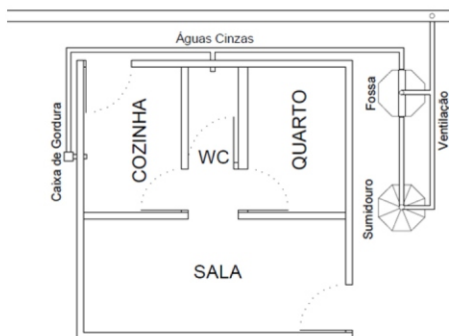

Fig. 01
1. Verifique se o sistema está de acordo com o projeto proposto, ou seja, a rede de esgoto deverá ser construída separando os ramais dos banheiros, da lavanderia, da cozinha, que deverá passar por caixa de gordura (obrigatória) e respectivamente, ou de acordo com as exigências da prefeitura da sua cidade. De preferência locar a fossa e sumidouro na parte frontal do imóvel para facilitar a manutenção do sistema. Ver layout abaixo na Fig. 01 e 02: